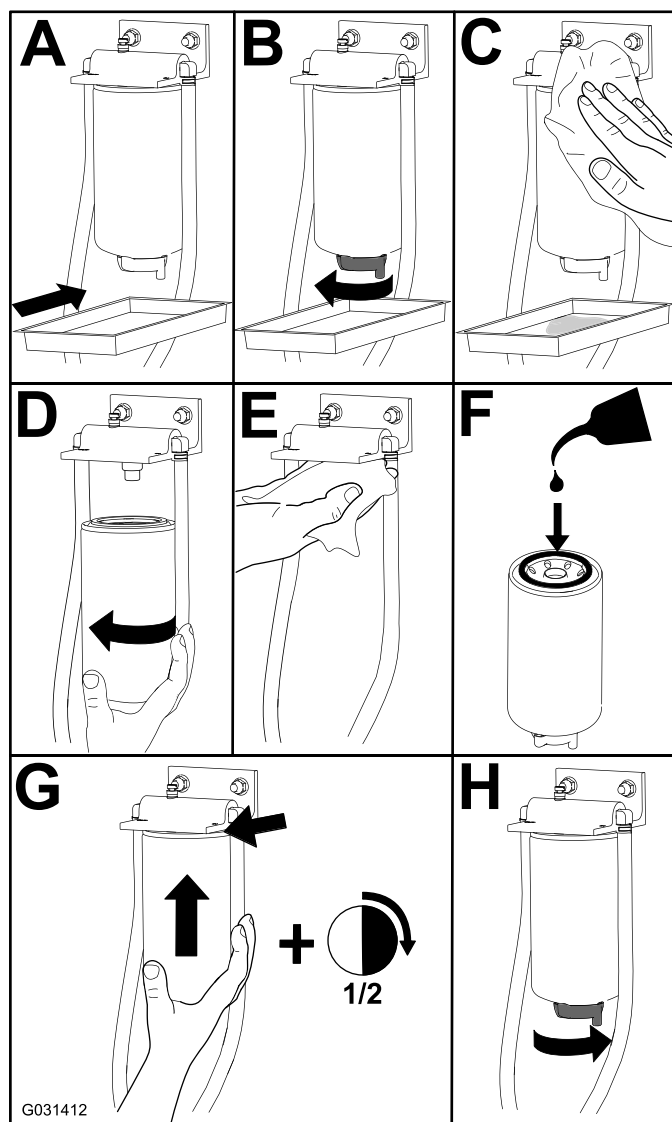

Figure 87
1. Remplacez le filtre comme montré à la Figure 87.